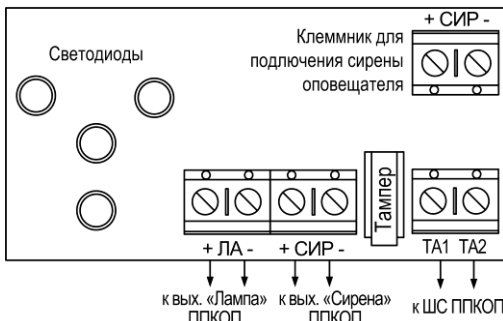
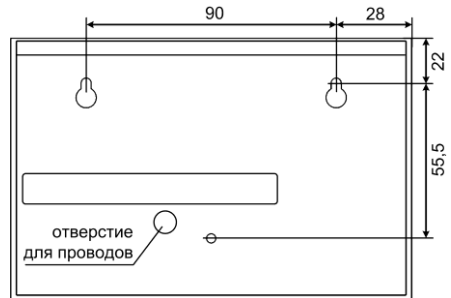

Рис.1 Схема подключения оповещателя к ППКОП
Рис.2 Основание. Присоединительные размеры
2. Предварительно продев провода в отверстие (см. рис.2), подключите их к клеммным колодкам в соответствии со схемой подключений (см. рис.1). Питание звукового и светового каналов необходимо подключать с соблюдением полярности.